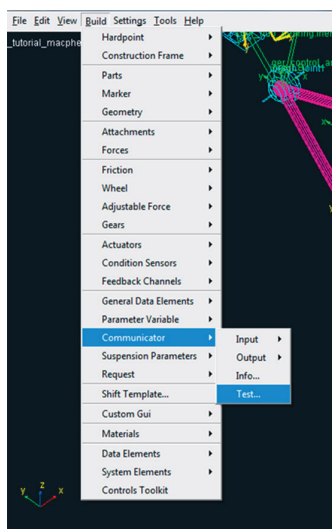

Figura 4.95 – Realizando teste de compatibilidade dos *communicators*.
- Para teste de compatibilidade dos *communicators* com o subsistema *MDI\_Suspension\_Testrig*, acesse o menu *Build*→*Communicator*→*Test* (Figura 4.95).